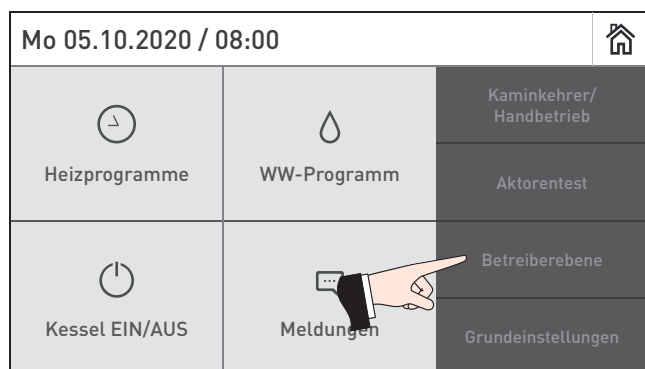
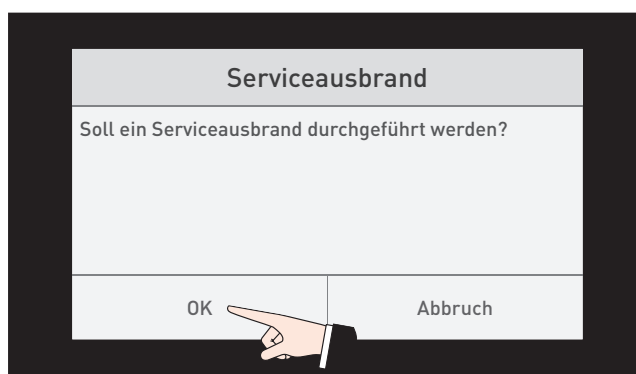
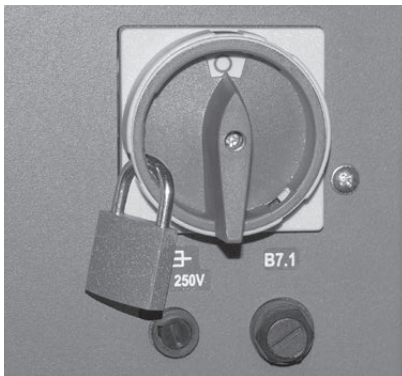

Fig. 60 Betrieberebene
Fig. 62 OK – Kessel ausschalten
Fig. 63 Hauptschalter in „0“-Stellung bringen und mit einem Vorhängeschloss gegen Wiedereinschalten sichern
- ▶ Für die Hauptreinigung den **Kessel immer vorher über „Betreiberebene“ → „Serviceausbrand“ → „OK“ ausschalten** (Fig. 60 bis Fig. 62 auf Seite 34) und warten, bis Ausbrandbetrieb fertig ist.
- ▶ Für die Hauptreinigung den **Kessel immer vorher über „Betrieberebene“ → „Serviceausbrand“ → „OK“ ausschalten** (Fig. 60 bis Fig. 62) und warten, bis Ausbrandbetrieb fertig ist.
- ▶ Kessel immer vorher über „Betrieberebene“ → „Serviceausbrand“ → „OK“ ausschalten (Fig. 60 bis Fig. 62) und warten, bis der Ausbrandbetrieb fertig ist (kann bis zu 1 Stunde dauern), dann Kessel mit Hauptschalter stromlos machen und gegen Wiedereinschalten sichern – Fig. 63.
- ▶ Kessel immer vorher über „Betreiberebene“ → „Serviceausbrand“ → „OK“ ausschalten (Fig. 60 bis Fig. 62 auf Seite 34) und warten, bis der Ausbrandbetrieb fertig ist (kann bis zu 1 Stunde dauern), dann Kessel mit Hauptschalter stromlos machen und gegen Wiedereinschalten sichern – Fig. 63 auf Seite 35.
- ▶ Für die Hauptreinigung den **Kessel immer vorher über „Betrieberebene“ → „Serviceausbrand“ → „OK“ ausschalten** (Fig. 60 bis Fig. 62 auf Seite 34) und warten, bis Ausbrandbetrieb fertig ist.
- ▶ Kessel immer vorher über „Betrieberebene“ → „Serviceausbrand“ → „OK“ ausschalten (Fig. 60 bis Fig. 62 auf Seite 34) und warten, bis der Ausbrandbetrieb fertig ist (kann bis zu 1 Stunde dauern), dann Kessel mit Hauptschalter stromlos machen und gegen Wiedereinschalten sichern – Fig. 63 auf Seite 35.